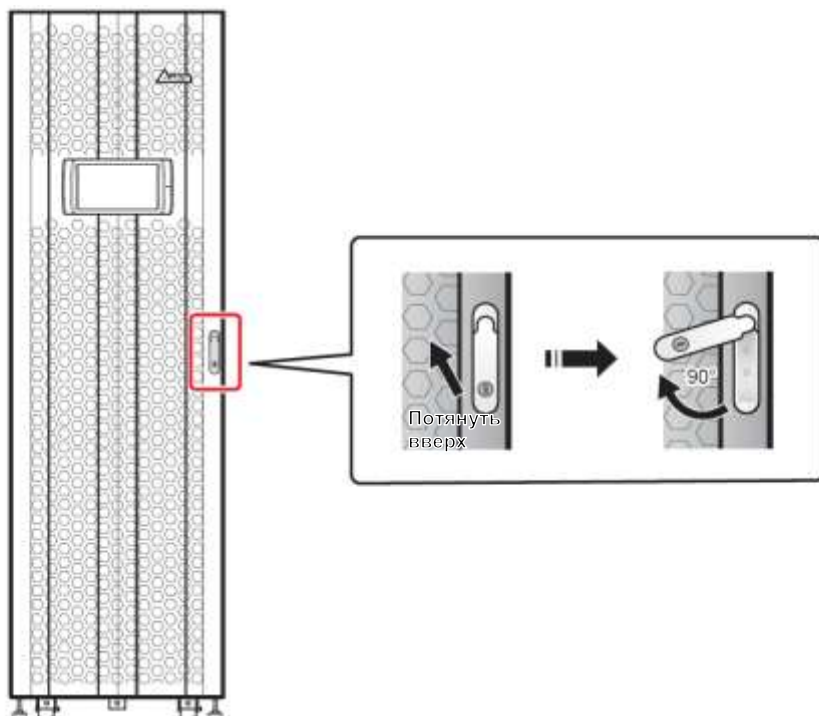

Рисунок 2-3: Как открывать переднюю дверцу ИБП
4. См. **Рисунок 2-3**, как открывать переднюю дверцу ИБП.